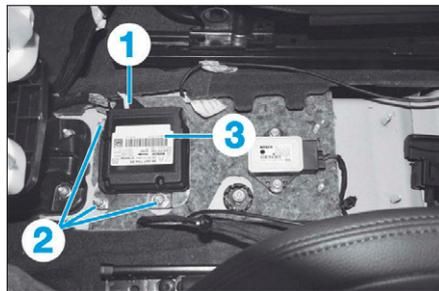

FIG. 11
- Débrancher le connecteur (1) (Fig.11).
- Déposer les vis (2) puis le calculateur (3).